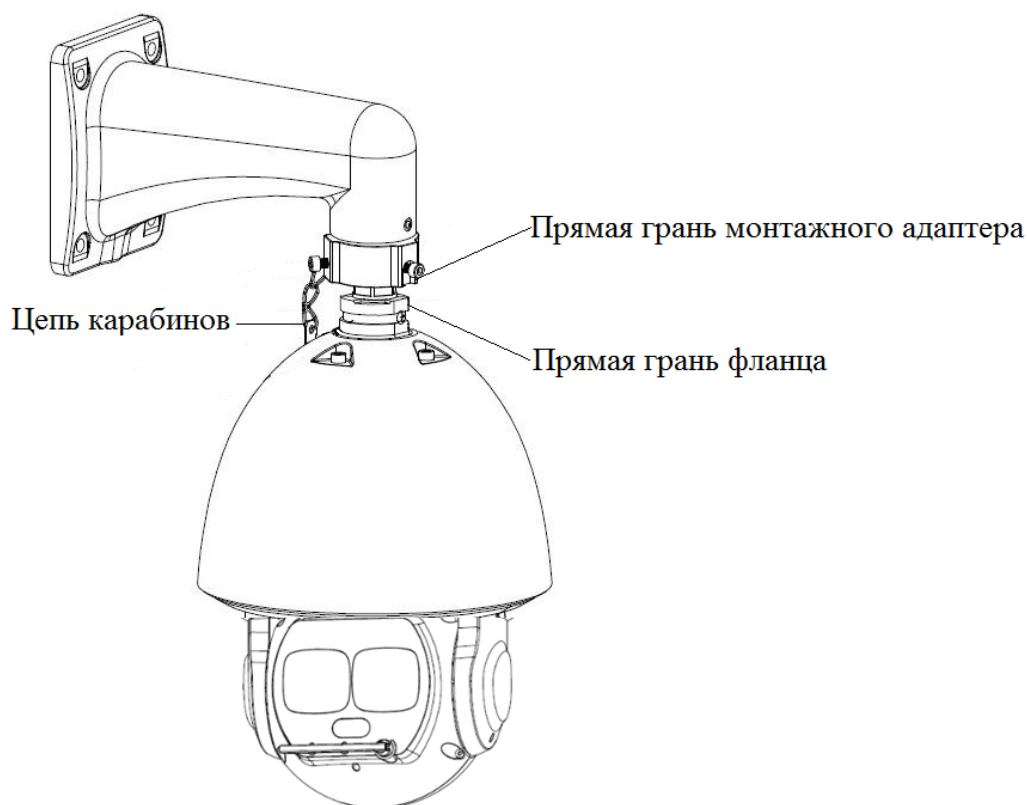

Рисунок 7.4
7.8 Придвиньте камеру к нижней части адаптера, совместив на одной линии прямую грань фланца камеры с прямой гранью монтажного адаптера, и закрепите камеру с помощью винтов (рис.7.4).